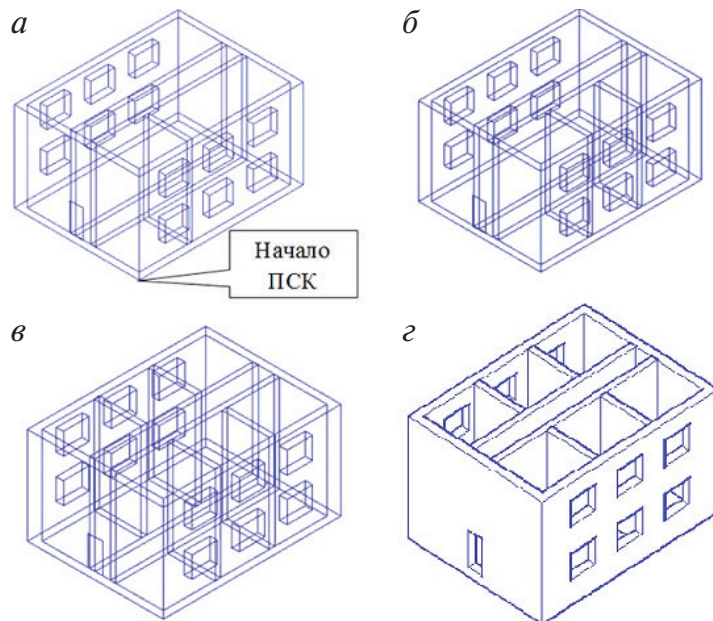

Рис. 190. Формирование внутренних поперечных перегородок здания:
Построим поперечные перегородки здания (рис. 190). Установим стандартный вид ЮЗ-изометрия  ЮЗ изометрия ↓,
МСК  МСК, включим привязку Нормаль . Сначала переместите начало ПСК  в левый нижний угол здания, как показано на рис. 190, *а*.
**ПОЛИТЕЛО** Следующая точка или [Дуга Отменить]: доводим политело до продольной перегородки, ждем пока включится привязка Нормаль  → ЛКМ → Enter (см. рис. 190, а).
Зеркально  отображаем поперечную перегородку в направлении оси ОХ (см. рис. 190, б). Две поперечные перегородки копируем или зеркально отображаем в другую часть здания, используя привязку Середина  и Нормаль  (см. рис. 190, в). Для наглядности построенного изображения поменяем Визуальный стиль на  **Скрытие линий** (рис. 190, г).